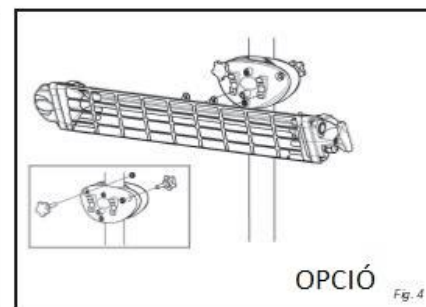

Fig. 4
- TRIPOD, vagy más csőállványra szerelhető konzol segítségével (M768P):** 20 – 60 mm-es átmérőjű csőre szerelhető a konzol segítségével (fig. 4 alapján). Ennek a konzolnak mind a két oldalára felszerelhet egy-egy FIORE-t. Mielőtt felszereli a konzolra a FIORE-t, ellenőrizze, hogy a cső, vagy állvány, amin a konzol található, stabil és merev. Szereléshez a TRIPOD állványt (M002473) ajánljuk. A csőállvány helyes szereléséhez tolja le a csövet addig, amíg az alsó csövön lévő fehér vonal egy síkban nem lesz a lábak csuklóival. Erősítse a földhöz az állványt a lánc segítségével (fig. 5).